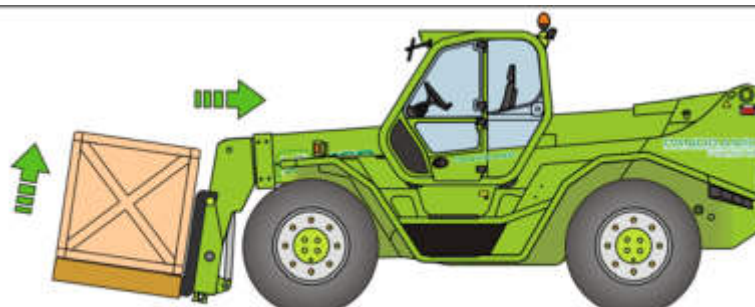

Fig.7
- den Anbaurahmen einige Grad nach oben drehen und den Teleskoparm vollkommen einfahren (Abb. 7)
- Kontrollanzeigen (Abb. 7)